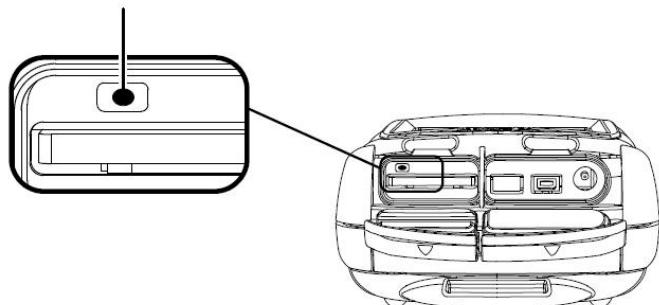

Рис. 7-1. Перезагрузка программного обеспечения
2. Используя стилус, нажмите на кнопку перезагрузки в верхней части разъема SD карты памяти (Рис. 7-1. Перезагрузка программного обеспечения).